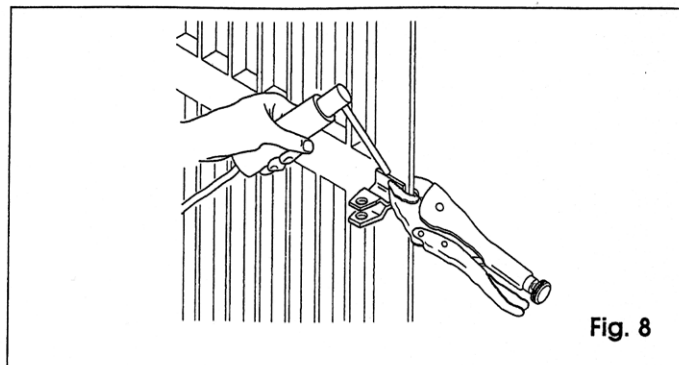

Fig. 8
- 11) Spawać ostatecznie przyłącze przednie do skrzydła. Dla wykonania tej czynności należy odchylić chwilowo siłownik aby nie dopuścić do jego uszkodzenia (rys.8).